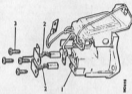

Abb. Nr. 16
- (25) Bürsten durch Messen der Bürstenlänge welche über die Bürstenkästenform hervorragt auf Abnutzung überprüfen. Beirträgt die hervorragende Länge 5 mm oder weniger, ist die Bürste zu erneuern.
- (26) Prüfen, daß sich die Bürsten in ihren Haltern frei bewegen können. Sofern die Bürsten leicht kleben, diese mit einem benzinbefuchteten Tuch säubern und ggf. die Seiten mit einer feinen Feile polieren.
- (27) Bürstendruck mit einer Federlehre von Eindringtyp prüfen. Die Lehre sollte 150 bis 250 g anzeigen wenn die Bürsten zurückgedrückt sind. Die ihre Flächen mit den Gehäusen abschließen. Liegt die Anzeige der Lehre außerhalb der angegebenen Grenzen, Bürsten erneuern wie in Abb. Nr. 16 gezeigt.